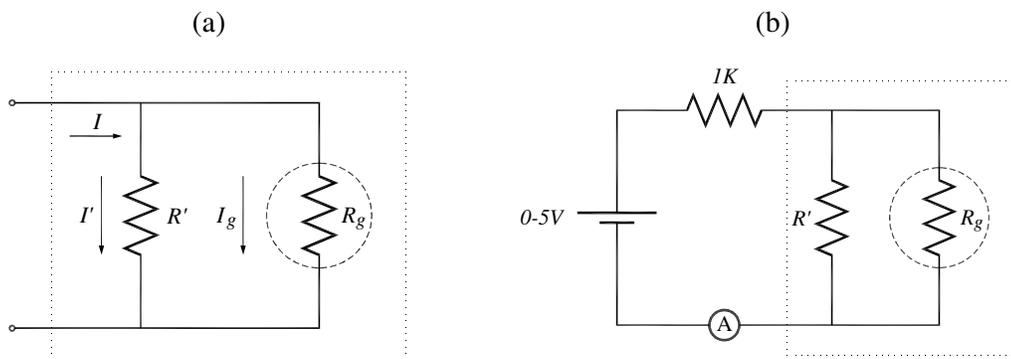

Figura 7 – (a) Circuito do amperímetro. (b) Circuito para calibração de um amperímetro com fundo de escala de 5mA.
a) Calcule a resistência  $R'$  que deve ser colocada em paralelo ao galvanômetro para transformá-lo em um amperímetro com fundo de escala de 5 mA. Determine as características deste amperímetro (fundo de escala e resistência interna). Monte este amperímetro esquematizado na figura 7.